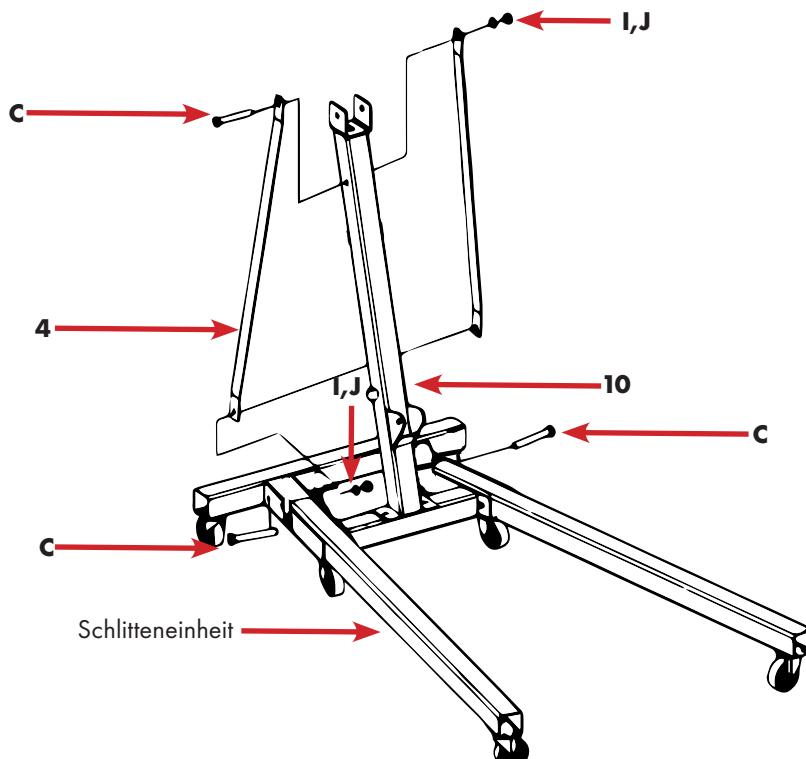

Abb.12
- Montieren Sie die Stützen mit den M16x110 Bolzen und den entsprechenden Unterlegscheiben und Muttern, wie abgebildet in Abb.12.